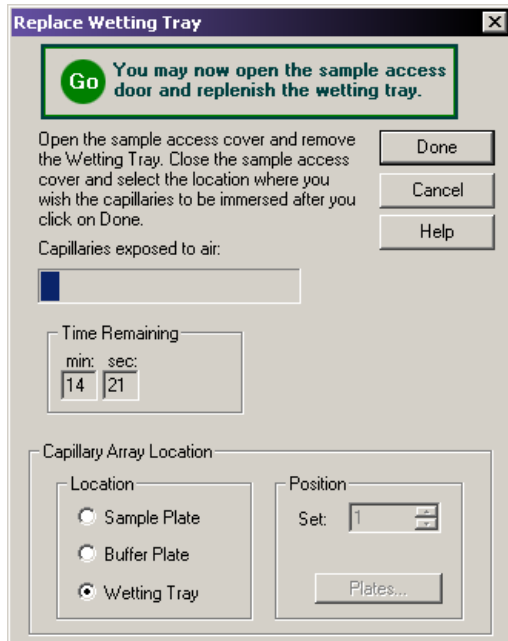

图 9.10 更换润湿托盘对话框
- 在 Replace Wetting Tray（更换润湿托盘）对话框中（图 9.10），单击 **Done**（完成）。